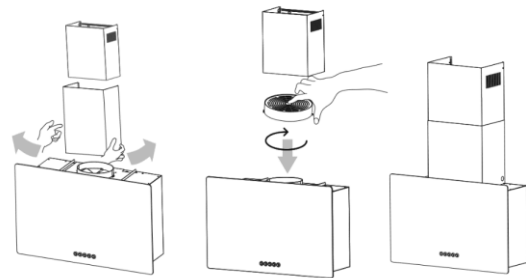

Abbildung 16
3. Den Aktivkohlefilter abdrehen siehe Abbildung 16.